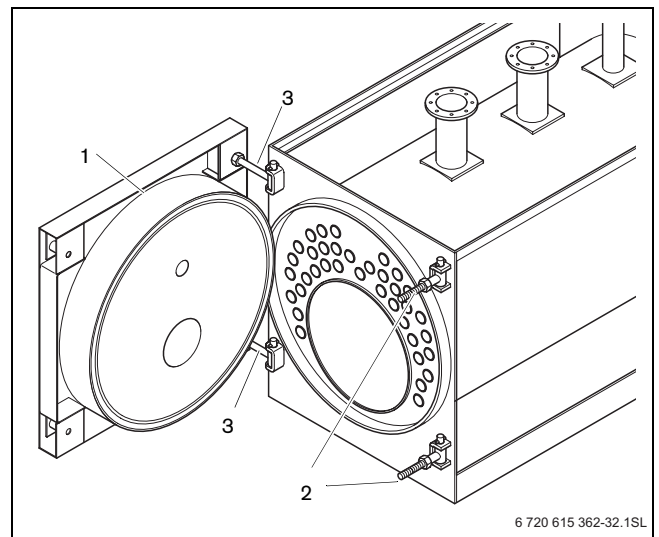

fig. 32 Abrir a porta do queimador
- Fechar a porta do queimador e apertar as porcas (→ fig. 32, página 35).